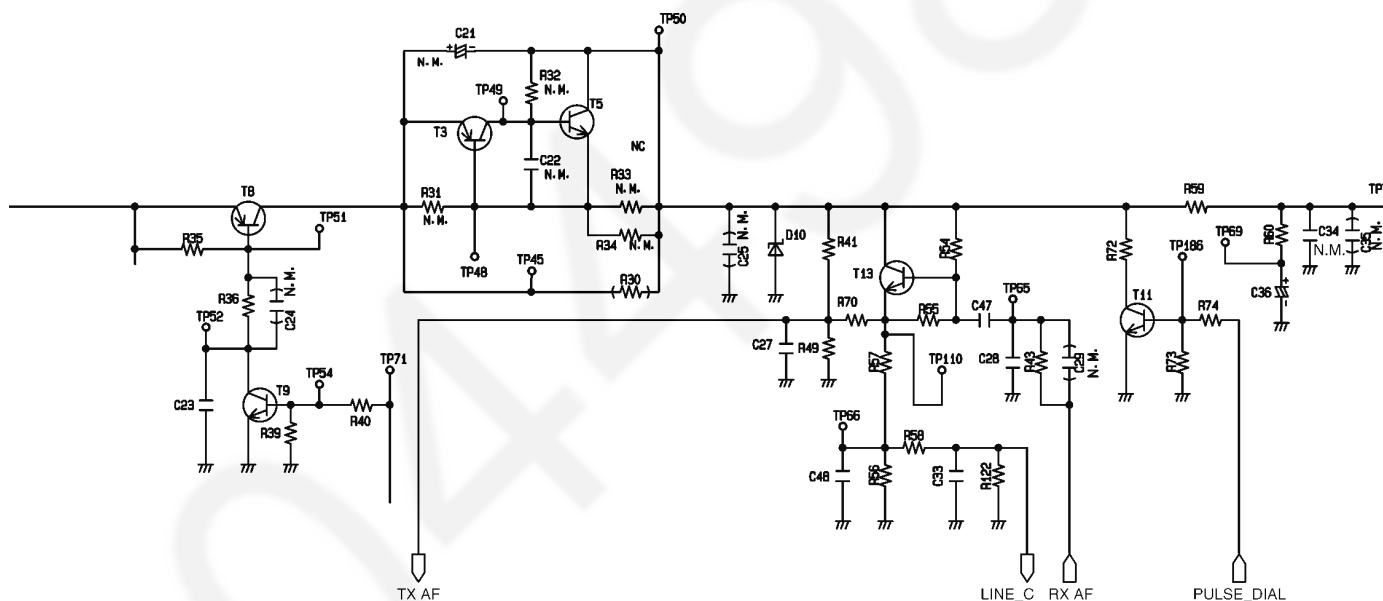

Fig. 20
6.2.5. HOOKSWITCH (SEE Fig. 20)
6.2.6. PULSE DIALING (SEE Fig. 20)
6.2.7. AUDIO CIRCUITS (SEE Fig. 20)
6.2.8. DISCONNECT (SEE Fig. 20)